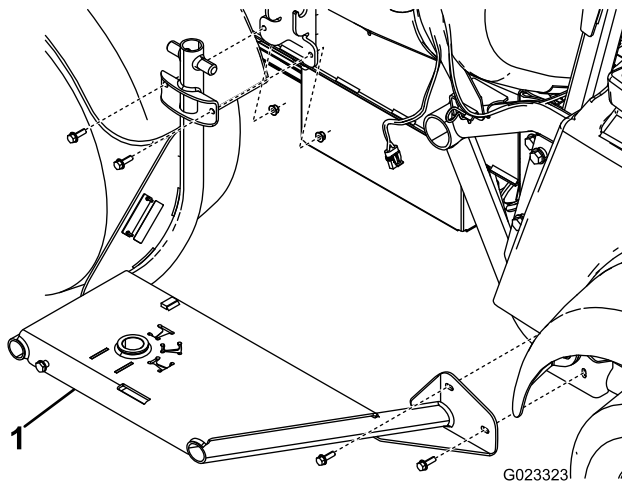

図 5
1. ホースリール・フレームを、機体の側部に取り付けるボルト5/16 インチ4本と、フランジナット5/16 インチ4個を使用して図 5のように取り付ける。